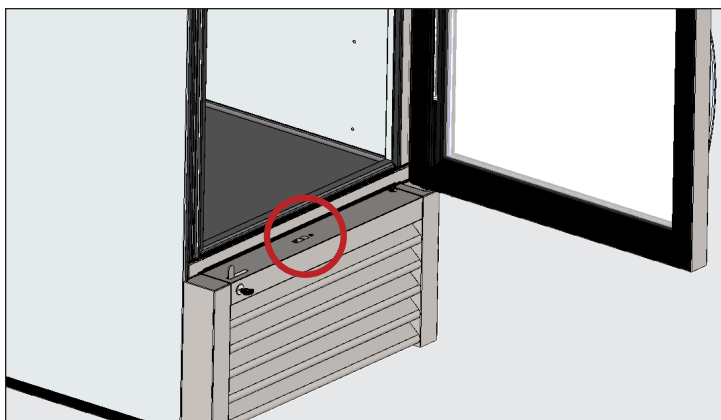

Figure 1. Retirer la vis supérieure de la grille à claire-voie.
2. Déposez la grille avant à claire-voie de l'appareil. Voir Figure 1.